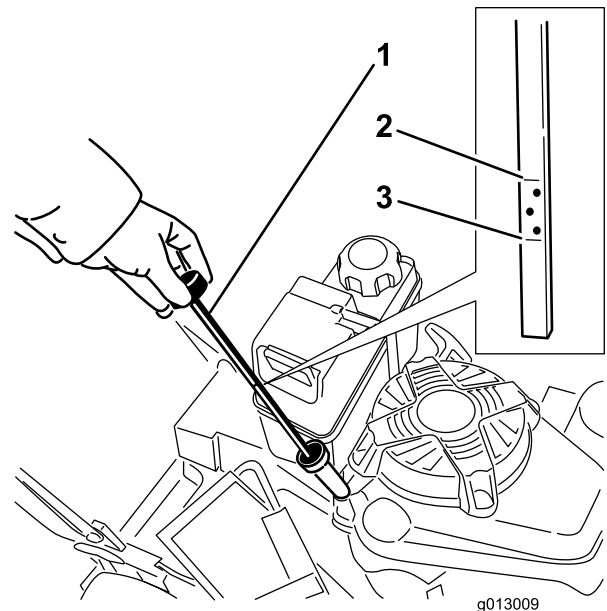

Figura 24
6. Retire la varilla (Figura 24) girando el tapón en sentido antihorario y tirando del mismo.
12. Observe en la varilla el nivel de aceite (Figura 24).